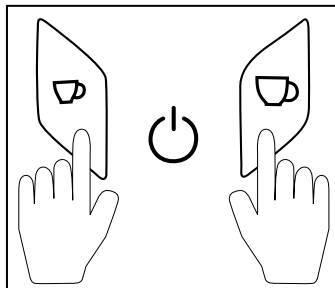

Abb. 1
- Drücken Sie die Taste Espresso ☕ ② und die Taste Lungo ☕ ④ gleichzeitig (siehe Abb. 1). Die Tasten erlöschen und das Gerät schaltet sich aus.